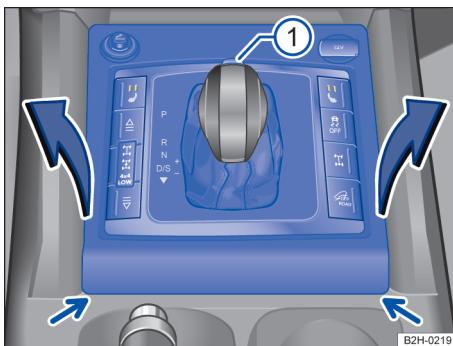

Fig. 102 Desmontar a cobertura do quadro da alavanca seletora.
- Remover com cuidado a cobertura do quadro da alavanca seletora → Fig. 102 (setas), por exemplo, com uma chave de fenda.
- Puxar cuidadosamente para cima a cobertura na região da guarnição da alavanca seletora com os cabos elétricos conectados → Fig. 102.
- Pressionar o botão bloqueador dianteiro na manopla da alavanca seletora → **Fig. 102 ①** e levar a alavanca seletora para a posição N.